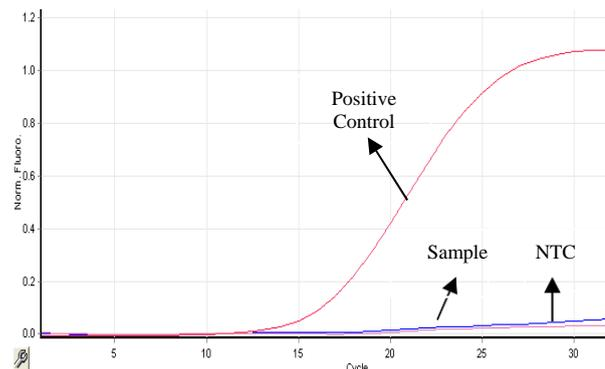

Figura 5 Curva de muestra con gen *BRAF* de tipo salvaje
- c) Si el valor FAM Ct ≥ 31 , la muestra se determina como **negativa** o debajo del límite de detección del kit (Figura 5).